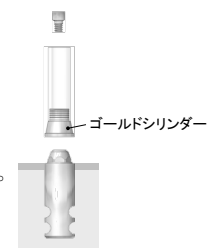

図5-7
(4) 最終補綴物の作製
- (a) ゴールドシリンドラーを模型上のアナログに固定する（図 5-7）。